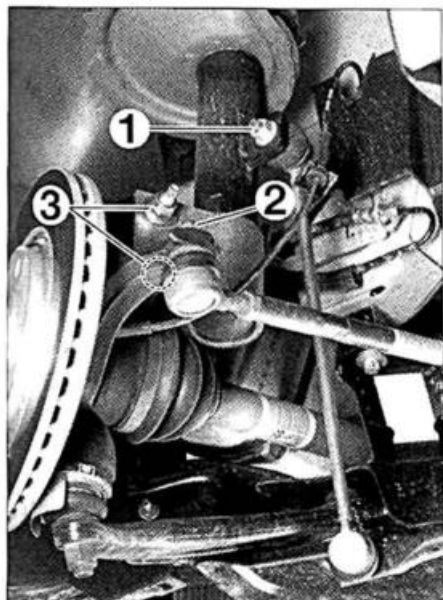

FIG. 1
- Desmontar la tuerca (1) (fig. 1).
- Desmontar la tuerca (2).
- Separar la rótula de dirección (con el extractor ref. 1892-T).
- Desmontar los tornillos (3) (fijación del elemento de suspensión en la mangueta).